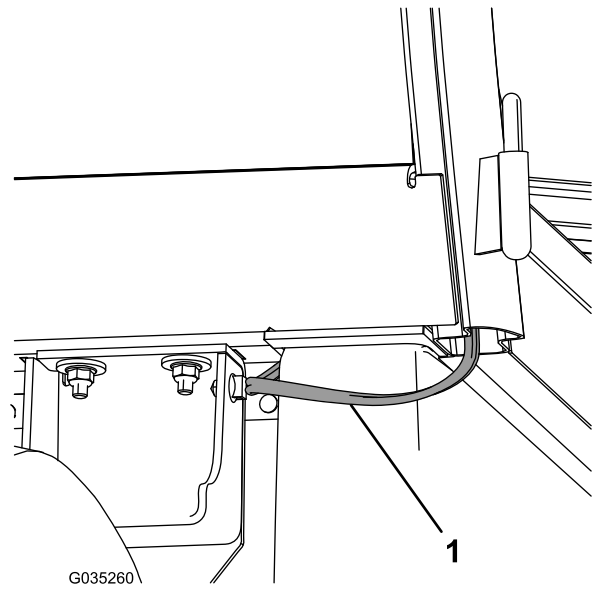

**Figura 18**
- **Para máquinas de 2019 e posteriores,** prenda o novo bloco de fusíveis utilizando os dois parafusos de cabeça de anilha sextavada (n.º 10 x 3/4 pol.) e duas anilhas dentadas (n.º 10) como se mostra na Figura 18.
2. **Para máquinas de 2019 e posteriores,** ligue o conector fêmea na cablagem ao novo bloco de fusíveis (Figura 18).